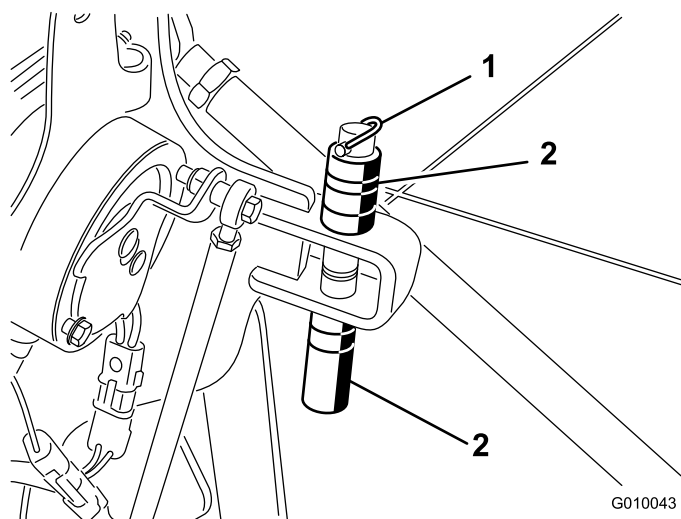

Рисунок 28
1. Снимите шплинт, который удерживает проставки и пальцы фиксации глубины (Рисунок 28).